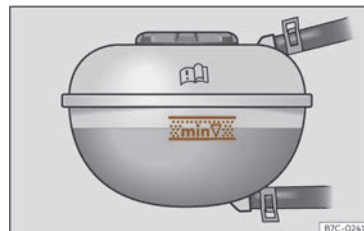

Abb. 229 Im Frontraum: Markierung am Kühlmittelausgleichsbehälter.
- Überprüfen Sie bei kaltem Motor den Kühlmittelstand an den seitlichen Markierungen des Ausgleichsbehälters >>> (Abb. 229). Der Kühlmittelstand muss zwischen den Markierungen liegen.
- Der Kühlmittelstand muss sich zwischen den Markierungen des Ausgleichsbehälters befinden >>> (Abb. 229). **Nicht über die Oberkante des markierten Bereichs auffüllen** >>> .
- Das Kühlmittel darf beim Auffüllen die Oberkante des markierten Bereichs nicht überschreiten >>> (Abb. 229). Andernfalls kann überschüssige Flüssigkeit bei steigender Temperatur aus dem Motorkühlsystem ausgestoßen werden und Schäden verursachen.